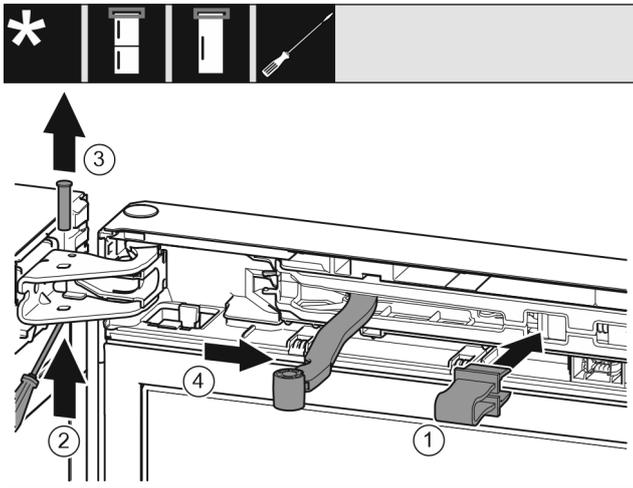

Fig. 7
- Sicherung in Öffnung einrasten. Fig. 7 (1)
- Bolzen mit Schraubendreher herauschieben. Fig. 7 (2)
- Bolzen nach oben herausnehmen. Fig. 7 (3)
- Gelenk in Richtung Tür drehen. Fig. 7 (4)